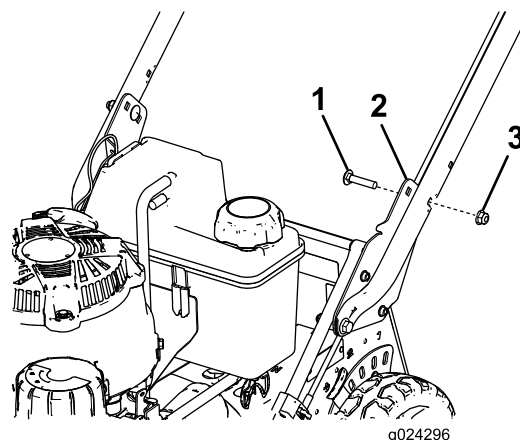

Figura 5
5. Sujete el manillar a los soportes del manillar en la posición de altura deseada con 2 pernos de cuello cuadrado (5/16 x 1-1/2 pulgadas) y 2 tuercas con arandela prensada (5/16 pulgada), según se muestra en Figura 5.